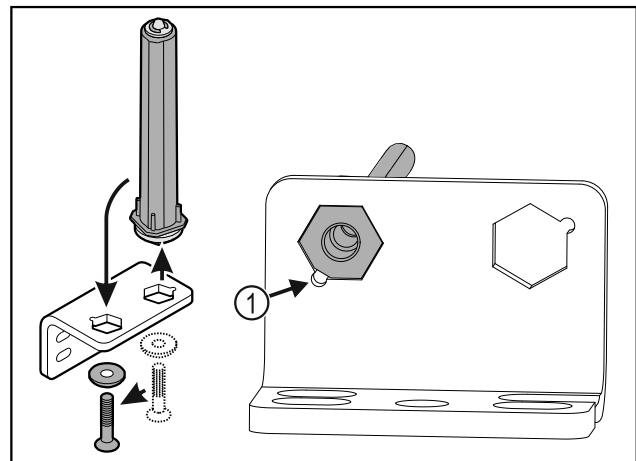

Fig. 32
- ▶ Звертати увагу на те, щоб при вставці нахил пальця Fig. 32 (1) показував на круглий отвір.